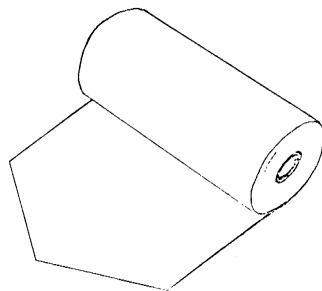
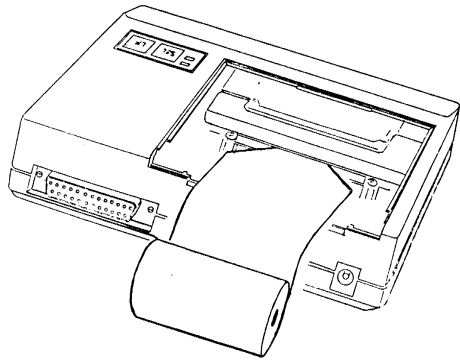
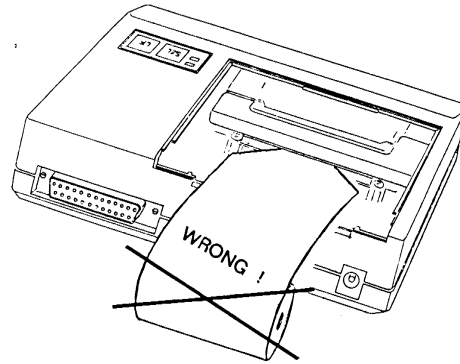
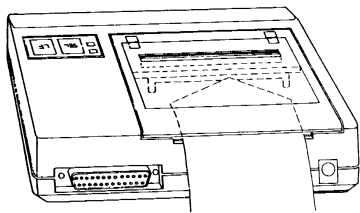

图 2-10 纸端式样
图 2-11 纸端在下
图 2-12 纸端在上不合理
图 2-13 对准机头入口
- 2、先将纸端剪成如图 2-10 的式样。如果是机壳内供纸，如图 2-11，先将纸卷放在机壳外，纸端在下，对准机头入口处。图 2-12 纸端在上是不合理的。如果从机壳外供纸，先将纸穿过机壳后面的窄条孔，如图 2-13 所示，再对准机头的打印纸入口。